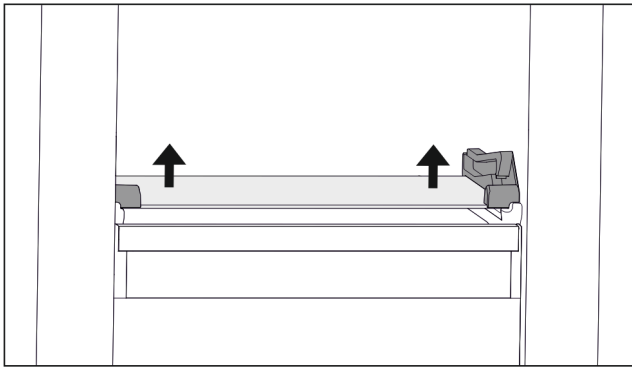

Fig. 70 Стъклена плоча на наклонящото се чекмедже
- ▶ Натиснете стъклената плоча от долу нагоре от двете страни. (виж Fig. 70)